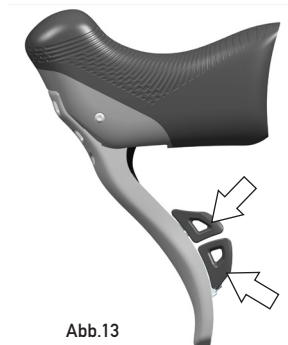

Abb.13
- Wird Druck auf den unteren Hebel ausgeübt, schaltet das Umwerfer hinunter (Abb.13).
- Wird Druck auf den oberen Hebel ausgeübt, schaltet das Umwerfer hinauf (Abb.13).